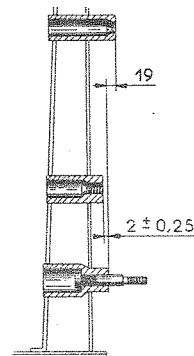

Abb. 3
- 3 In die für die Aufnahme des Heckscheibenbleches vorgesehene Rille eine eingefettete Kordel einlegen von 3mm Ø ("a", Abb. 2), wobei sich die Enden in der Mitte des unteren Teiles überschneiden. Das Einsetzen dieser Kordel wird erleichtert, wenn man das Werkzeug MR 3714-25 (Abb. 3) verwendet.